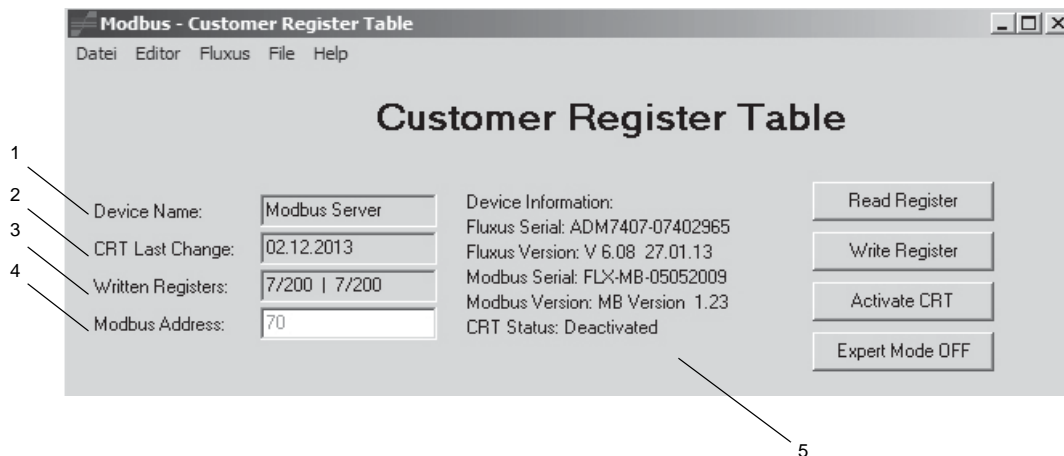

Abb. B.3: Startfenster (Ausschnitt)
- Geben Sie im Startfenster die Modbus-Adresse des Messumformers ein (siehe 4 in Abb. B.3).
Die Verbindung zum Messumformer wird aufgebaut. Der aktuelle Status und Informationen zum Modbus-Server werden angezeigt (siehe Tab. B.1 und Abb. B.3).